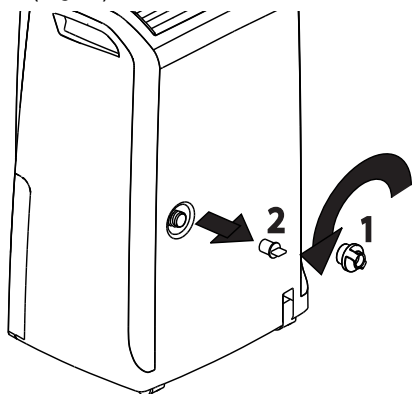

fig. 2
- 1) Retirez le capuchon de vidange en continu 1 en le tournant dans le sens antihoraire, puis retirez la bonde en caoutchouc de la goulotte 2 (Fig. 2).